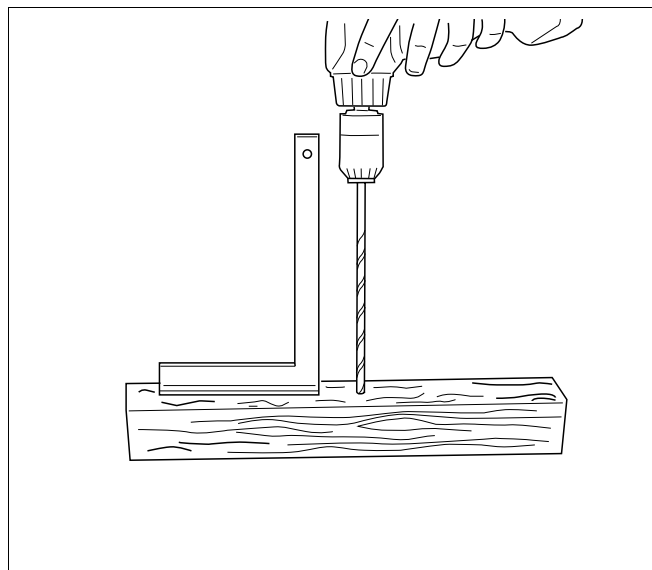

Fig. 4 Effectuer le gabarit de perçage
- Prenez un morceau de bois équarri d'env. 0,50 – 1,00 m de long. Percez un trou de passage (Ø 6 mm) verticalement dans le bout de bois (fig. 4).